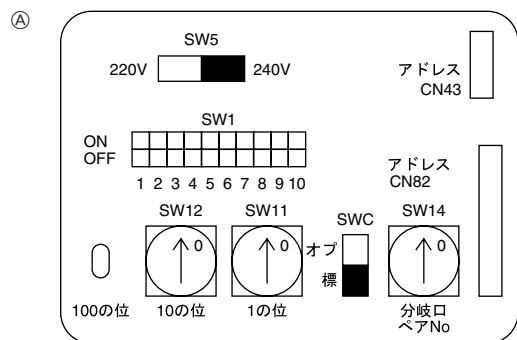

Fig. 7-4
7.3. De aansluitadressen instellen (Fig. 7-4)